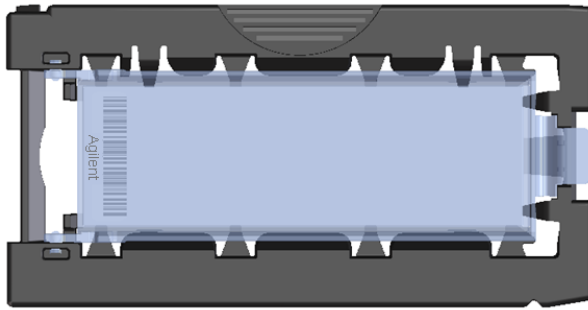

Figura 9 Portaplacas: cerrado con placa
- g Cierre la cubierta de plástico de la placa empujando el extremo de la lengüeta hasta escuchar un clic. Consulte Figura 9.